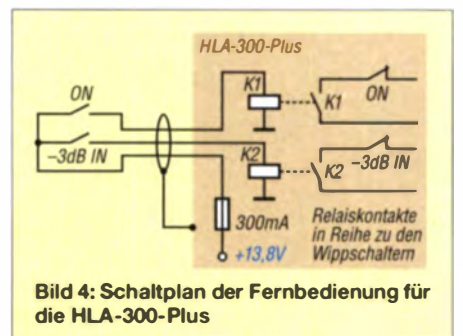

Bild 4: Schaltplan der Fernbedienung für die HLA-300-Plus
Ich entschied mich für die zweite Variante, da man in der Praxis erfahrungsgemäß nur den Ein-/Aus-Schalter (ON) und den Schalter für die 3-dB-Leistungsabsenkung (-3 dB IN) im Cockpit benötigt (Bild 4). Mit dem ON-Schalter kann man auch ein Reset der Endstufe herbeiführen, wenn sich die automatische Bändeneinstellung einmal aufhängen sollte. Die Funktionsbereitschaft signalisiert der Verstärker akustisch mit einem Piepton.